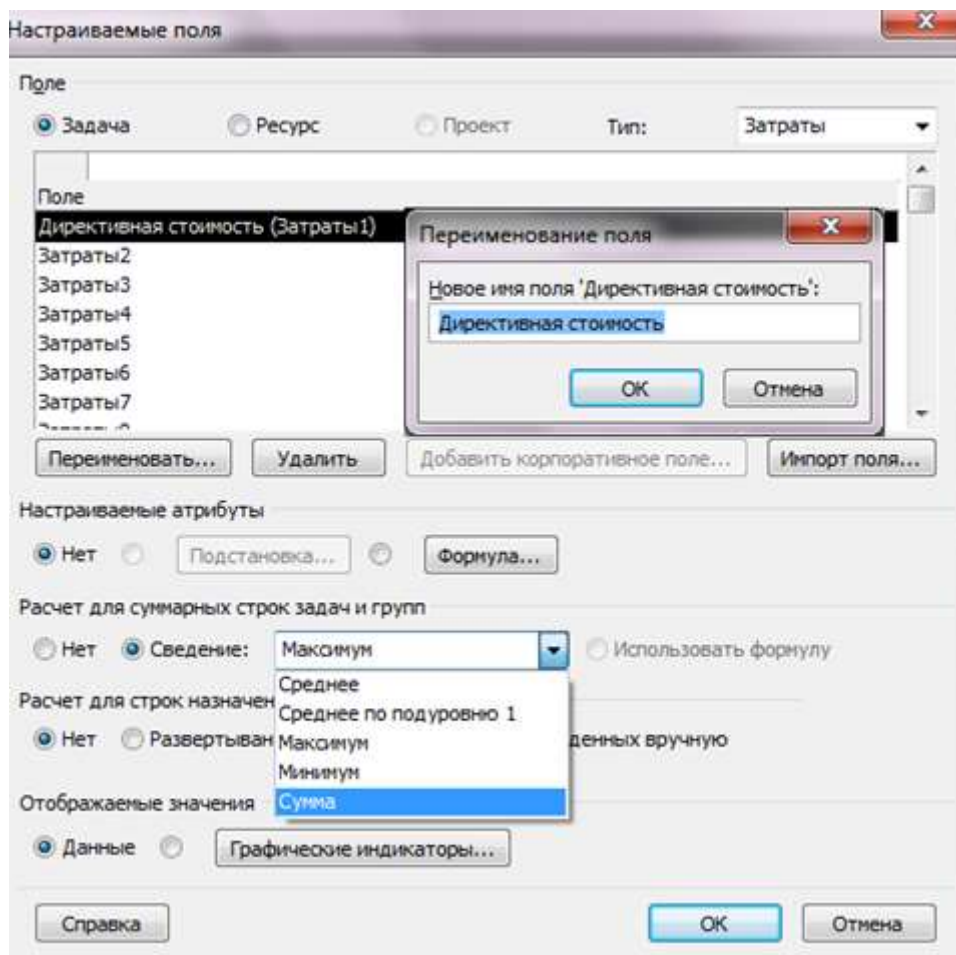

Рис. 5.5 - Переименование поля
- б) Или щелкнуть правой кнопкой мыши на названии колонки, выбрать в меню «Настраиваемые поля», выделить нужное вам поле, нажать «Переименовать» и ввести новое имя для поля, Рис. 5.5. Данный вариант предпочтительней, если вы будете использовать настройка данного проекта при работе с другими проектами.